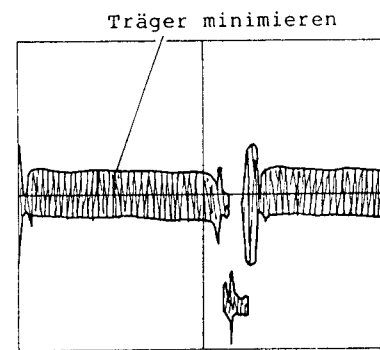

Abb. 4-8
11) Schwarzbalance (Abb. 4-8, 4-52)
Abgleich mit Hilfe des Oszilloskops (Abb. 4-8)